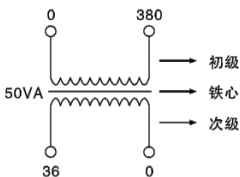
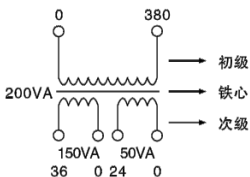
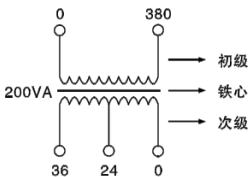
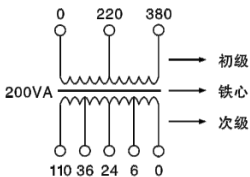

图1 单独绕组
图2 分立绕组
图3 混合绕组
图4 连续式中间带抽头绕组
3.2.3 本系列变压器的线圈，当初次级只有一个绕组时，可担负全部额定的容量；若有多个绕组时，则按各绕组应能承担负载的容量分配；但各绕组的容量之和不得超过总容量，见图1、图2、图3、图4。
3.2.4.1 例如图1，CDDB-50型，容量50VA，输入电压380V，输出电压36V。因为初、次级只有一个绕组，所以它可以担负全部容量50VA。
3.2.4.2 例如图2，CDDB-200型，容量200VA，输入电压380V，输出电压36V、150VA和24V、50VA。因为图中初级只有一个绕组，所以它所承担的容量是额定容量200VA，次级有两个分开的单独绕组，而且各绕组容量已标明，所以它们各自承担容量，但总量之和200VA。
3.2.4.3 例如图3，CDDB-200型，容量200VA，输入电压380V，输出电压36V、24V。因为图中初级只有一个绕组，所以它所成承担的容量是额定容量200VA，次级中间有中间抽头，所以次级的最高电压36V单独使用时，才能带200VA的负载。24V则不能带200VA的负载，只能带133VA的负载，因为次级总电流 $I_2 = \frac{P_e}{U_2} = \frac{200VA}{36V} = 5.55A$ ，所以单独使用24V时的容量 = $24V \times 5.55A = 133VA$ 。如果36V、24V同时使用时，其电流之和也不能大于5.55A，总之，无论输出电压是单独使用或两组同时使用，其负载电流之和不能超过变压器的额定电流。
3.2.4.4 例如图4，CDDB-200型，容量200VA，输入电压380V、220V，输出电压110V、36V、24V、6V。从图4中我们看出：初、次级绕组中都有中间抽头。初级的最大使用电流 $I_1 = \frac{P_e}{U_1} = \frac{200VA}{380V} = 0.526A$ ，所以无论使用220V或是380V时，其电流不能超过0.526A；即使用380V时，该变压器的容量是200VA，使用220V时，该变压器的最大容量是： $\frac{200VA}{380V} \times 220V = 116VA$ ，所以这时200VA的变压器则成了116VA的变压器了；同时次级容量也随之减小到116VA，次级的最大使用电流取决于初级的使用情况，如果初级接380V的电压上，此时的变压器应是200VA，所以次级电流应为 $I_2 = \frac{P_e}{U_2} = \frac{200VA}{110V} = 1.8A$ 。